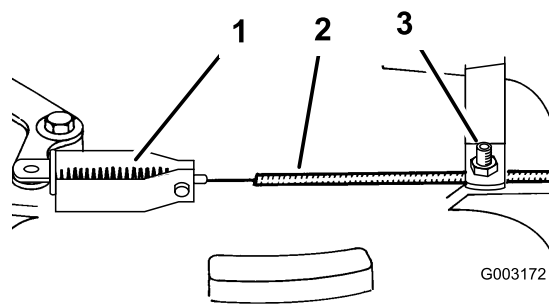

Figura 34
3. Afloje el tornillo de la abrazadera hasta que se deslice el conducto del cable del freno (Figura 34).